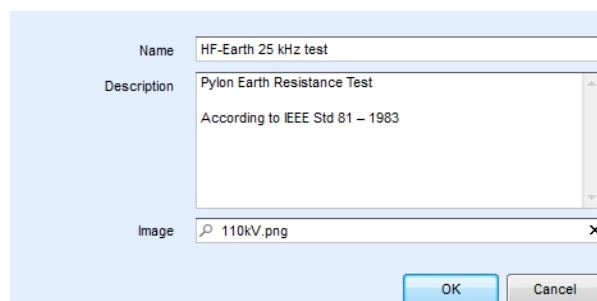

Abbildung E.6: Editieren der Auto Sequence® Kopfzeile
**Auto Sequence®:** Editieren von Name, Beschreibung und Bild (siehe Abbildung E.6).
Wenn in der Auto Sequence® Funktion EDIT ausgewählt ist, erscheint das angezeigte Menü *Abbildung E.6* für die Bearbeitung auf dem Bildschirm. Die Bearbeitungsoptionen sind: